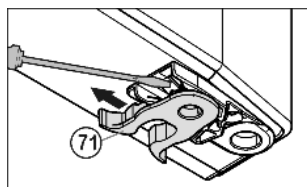

Fig. 9
- ▶ Spostare il Fig. 9 (71) morsetto a molla: Premere verso il basso il dentino antisfilamento, estrarre il morsetto a molla tirando verso l'alto.